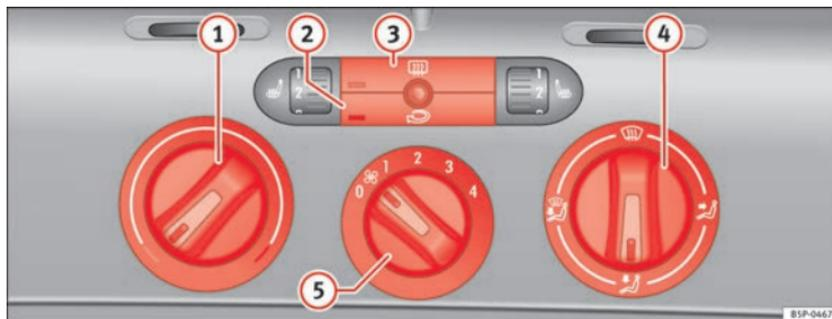

Abb. 126 In der Instrumententafel: Bedienelemente der Heizung
- Mit den Reglern ⇒ Abb. 126 ① und ④ und mit dem Schalter ⑤ stellen Sie die Temperatur, die Luftverteilung und die Gebläsestufe ein.
- Drücken Sie die jeweilige Taste ② bzw. ③, um eine Funktion ein- oder auszuschalten. Bei einer eingeschalteten Funktion leuchtet die Kontrollleuchte unten links an der Taste auf.